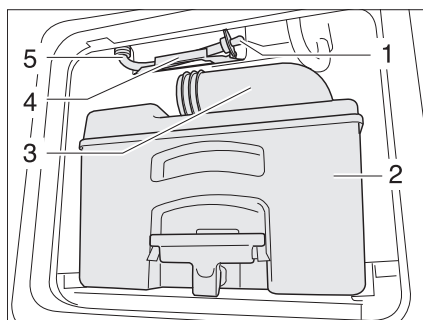

Fig. 249 Tuyau d'écoulement réservoir d'eau toilettes
- Vider la cassette (Fig. 249,2) dans une station d'évacuation autorisée et la nettoyer.
- Laisser la tubulure d'évacuation (Fig. 249,3) ouverte.
- Retirer le tuyau d'écoulement (Fig. 249,5) de son support (Fig. 249,4).
- Retirer le bouchon d'écoulement (Fig. 249,1) et laisser s'écouler le reste d'eau.